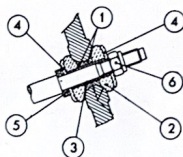
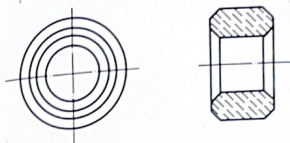

Fig. 7.8.—Fijación de la barra estabilizadora a los brazos oscilantes.
Fig. 7.10.—Taco elástico.
Las fijaciones a los brazos oscilantes llevan casquillos elásticos de poliuretano "ELASTOLLAN" resistentes al desgaste (1, fig. 7.8 y fig. 7.9) con dos tacos elásticos a cada lado (2, fig. 7.8 y fig. 7.10).
Entre los toques de los extremos de la barra estabilizadora y la arandela (4, fig. 7.8) se intercalan las arandelas de reglaje (5) de la inclinación del pivote.